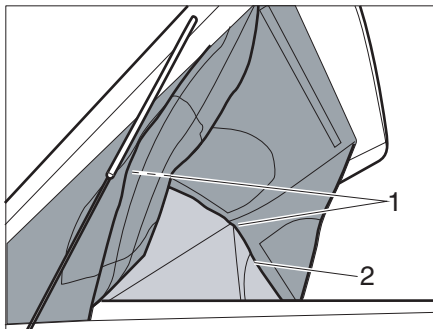

Bild 38 Panoramafunktion
- ▶ Öppna blixtlåset (Bild 38,2) runt om på det skjutbara taket.
- ▶ Fixera sidoväggarna och framväggen på det skjutbara taket upptill med kardborreförslutning (Bild 38,1).